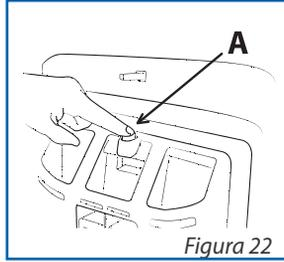

Figura 22
- Pulse el botón "A". Ver figura 22